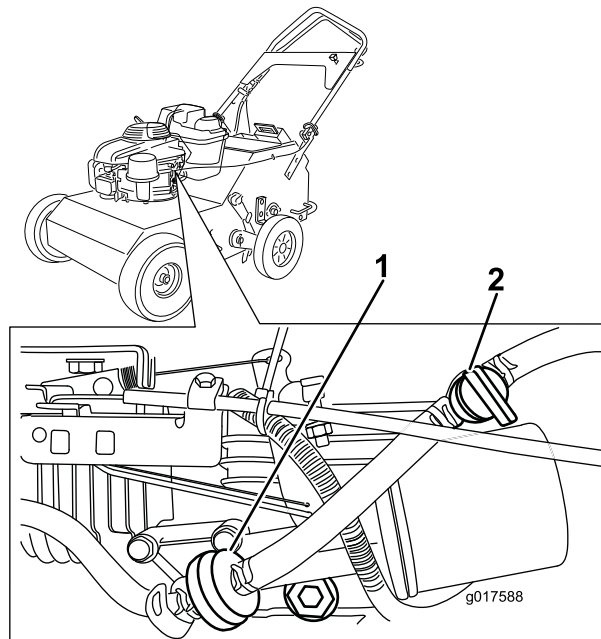

Рисунок 25
3. Закройте топливный клапан (Рисунок 25).
4. Отсоедините хомуты топливопровода с одной из сторон топливного фильтра (Рисунок 25) для предотвращения вытекания топлива при демонтаже фильтра.
5. Сожмите концы хомутов шланга и отодвиньте их от фильтра (Рисунок 25).
7. Установите новый фильтр и передвиньте шланговые хомуты ближе к фильтру (Рисунок 25).